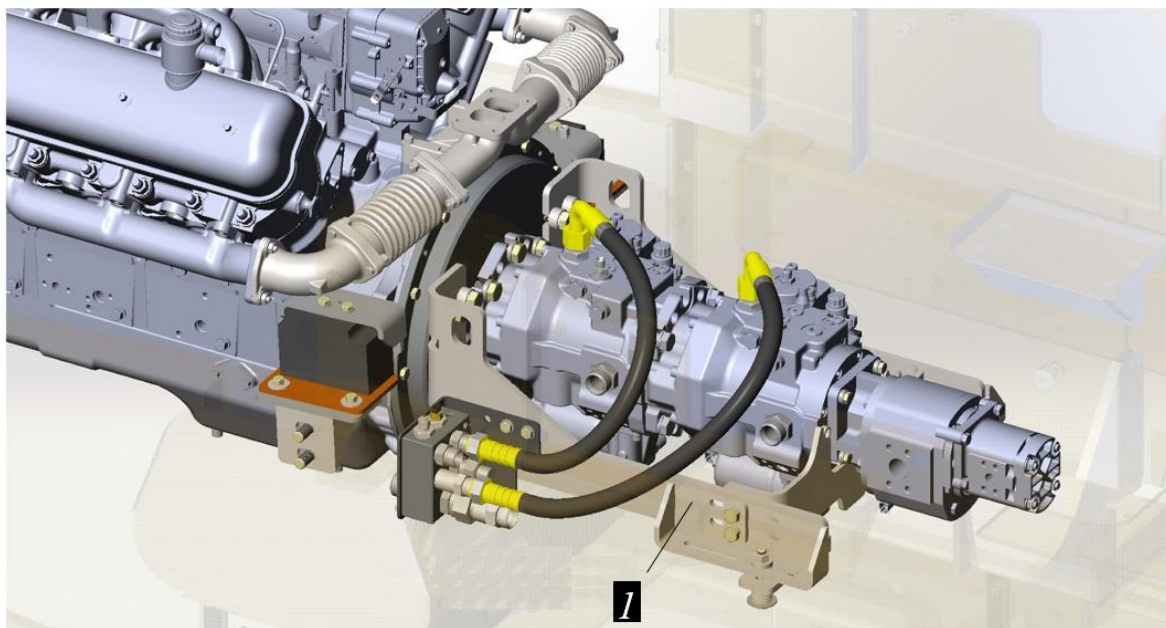

Рисунок 3.61. Подвес гидронасосов
- ▶ Обеспечив доступ к кронштейну поддержки гидронасосов (рис. 3.61).